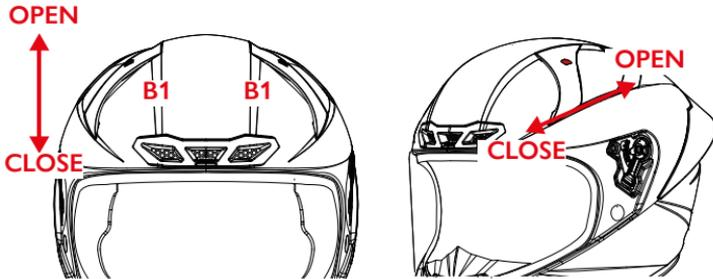

ABBILDUNG 5
STIRN UND SEITBELÜFTUNGEN — B1 — Abbildung 5
- Abbildung 5: Bewegen Sie den Cursor nach oben, um die Belüftungen zu öffnen, bzw. bewegen Sie den Cursor nach unten um die Belüftungen zu schließen.